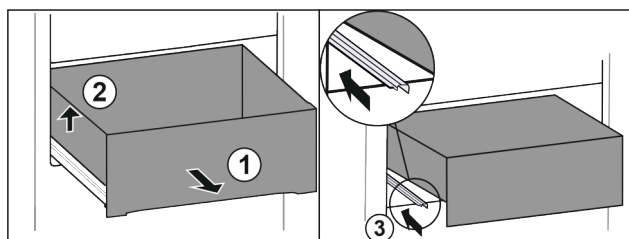

Fig. 21
- ▶ Витягніть висувний ящик до упору. Fig. 21 (1)
- ▶ Підняти висувний ящик ліворуч. Fig. 21 (2)
- ▶ Вставити ліву рейку. Fig. 21 (3)